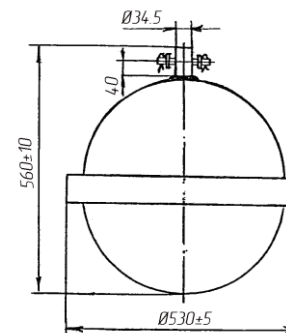

Рисунок 1
2.1 Светильники серии ДСУ24 "Сатурн" (рисунок 1) со светодиодными модулями предназначены для наружного освещения: освещение улиц и дорог с высокой, средней и слабой интенсивностью движения транспорта, а также площадей, функционально-декоративного освещения парков, бульваров, коттеджных поселков, железнодорожных платформ и станций, мостов, территорий дворов, школ.